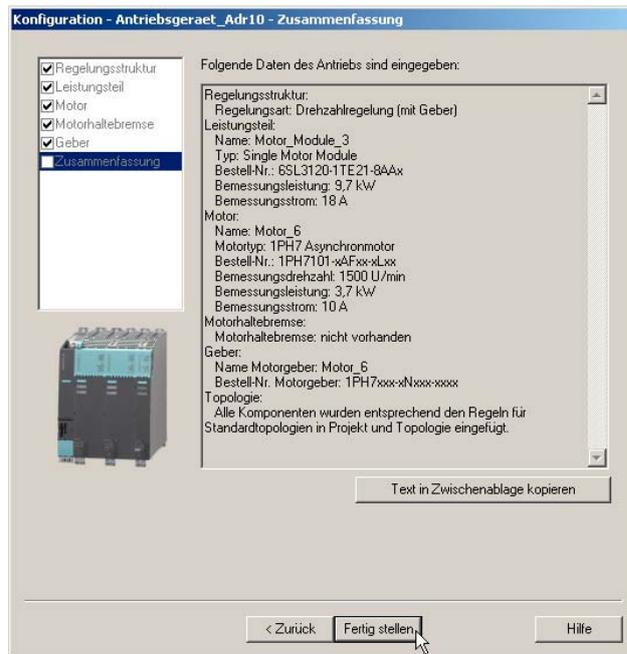

Fig. 10-62 Riassunto
7. Cliccare su **Avanti >** e proseguire con il wizard con **Avanti >** fino ad arrivare alla finestra di dialogo con il riepilogo (vedere la seguente fig.10-62).